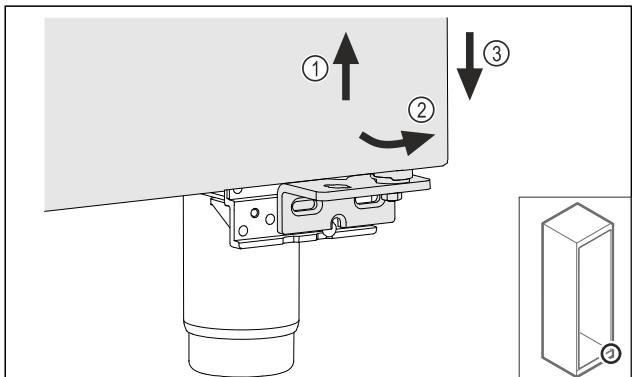

Fig. 27
- Немного приподнимите дверь *Fig. 27 (1)*, наклоните снизу вперед *Fig. 27 (2)* и опустите *Fig. 27 (3)*.